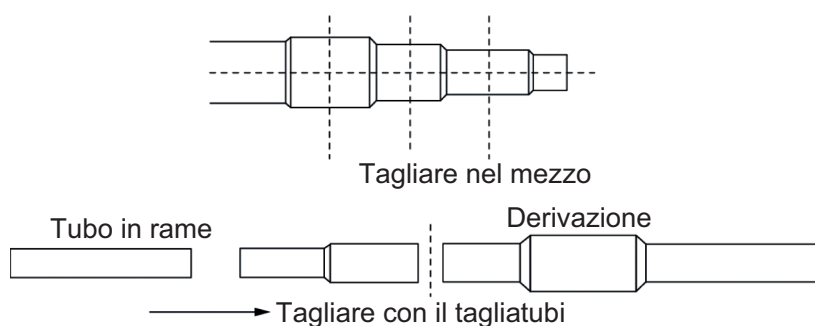

Fig. 4.2.9
(3) Il collettore ha diverse sezioni di tubo con diverse dimensioni del tubo, che facilitano l'abbinamento con vari tubi di rame. Utilizzare il tagliatubi per tagliare al centro della sezione del tubo con diverse dimensioni del tubo. Vedere la Fig. 4.2.9.